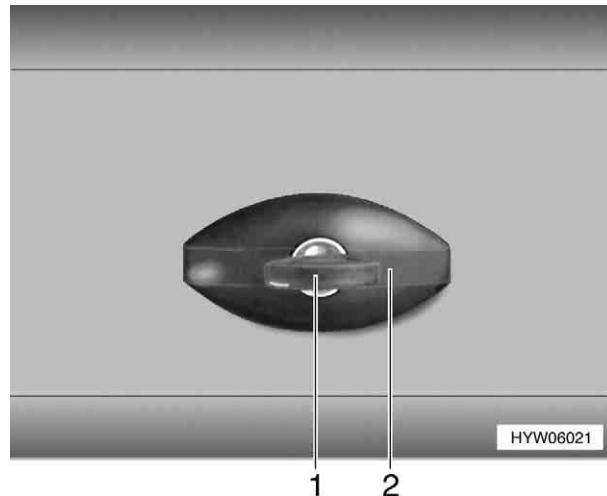

Fig. 16 Serratura dello sportello
- In caso di pioggia è possibile che dell'acqua penetri nella serratura aperta dello sportello. Chiudere perciò la maniglia della serratura (Fig. 16,2) come illustrato in Fig. 16.
- Inserire la chiave nel cilindro della serratura (Fig. 16,1) e girare in senso antiorario di un quarto di giro. La maniglia della serratura (Fig. 16,2) scatta all'infuori.
- Girare la maniglia della serratura in senso orario (Fig. 16,2) fino in posizione orizzontale. La serratura dello sportello è ora bloccata, ma non è chiusa.
- Inserire la chiave nel cilindro della serratura (Fig. 16,1).